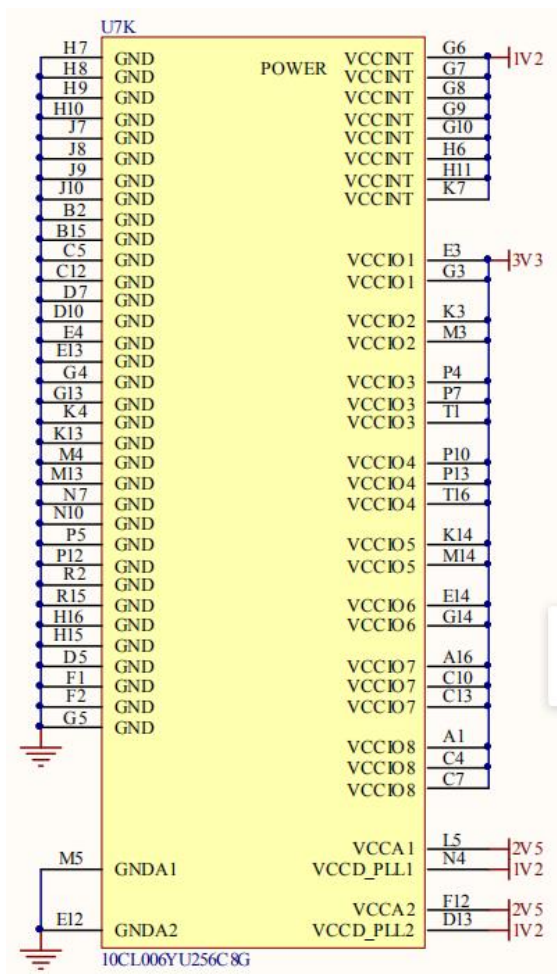

图 2-15 FPGA 电源及接地引脚
4、另外，FPGA 还有很多引脚需要连接 GND，保证 FPGA 内部有一个平稳的参考地。FPGA芯片的电源连接图如图2-15 所示。